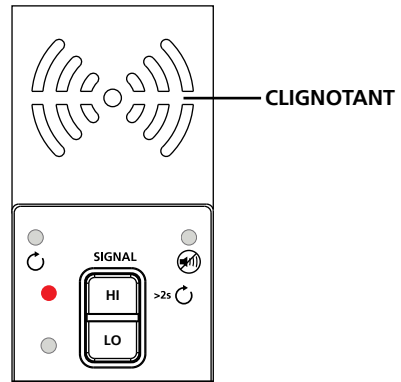

Figure 3.1c : Indicateur du transmetteur affichant le signal en mode ÉLEVÉ
3. Sélectionnez le mode de signal ÉLEVÉ en appuyant sur HI pour la plupart des applications. Le transmetteur apparaît comme indiqué dans la figure 3.1c. L'affichage LED commence rapidement à clignoter.